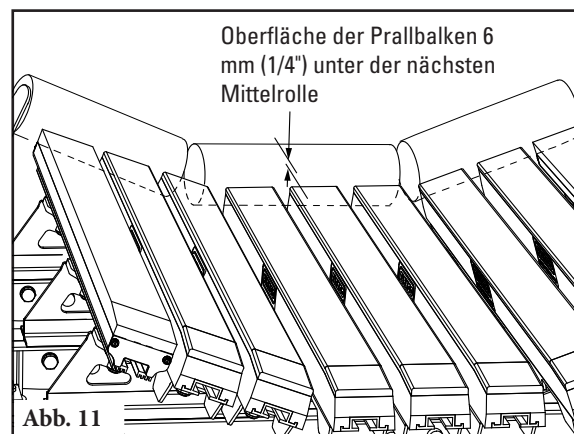

Abb. 11
11. **Den korrekten Abstand zwischen Übergabetrichter und Förderband überprüfen.** Referenztable 2 zur Überprüfung der Höhe der Mittelrolle zu Rate ziehen. Bei Betten mit Vollbalken sollte dies einen Abstand von 6 mm (1/4") ergeben, um das Band anzuheben (Abb. 11). Wenn der Abstand nicht stimmt, das Bett oder die Tragrollen entsprechend unterlegen.